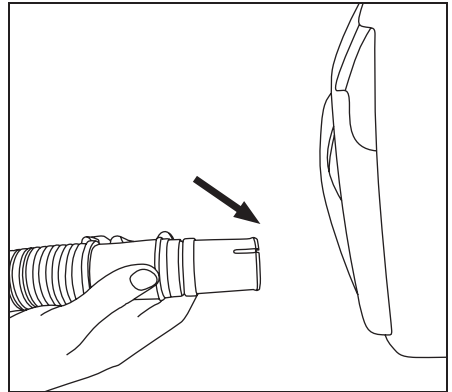

Fig. 3
- Raccordez le tuyau à l'entrée du port d'aspiration et tournez le loquet en place (Fig. 3)